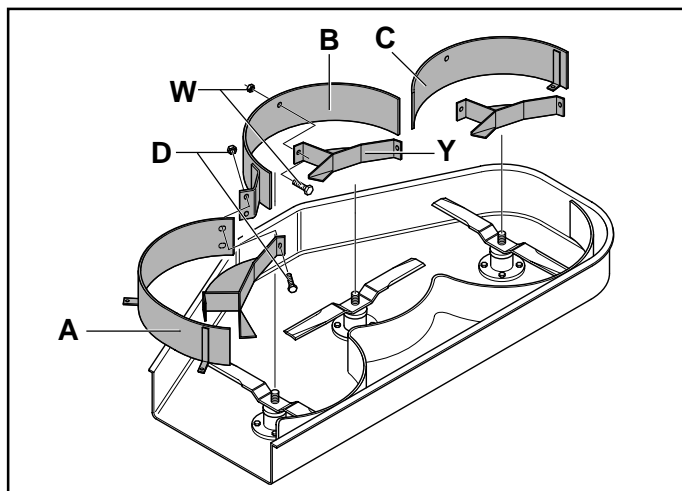

Fig. 9
Disporre i particolari (A/B/C) su di un piano (Fig. 9), fissandoli tra di loro con viti e dadi (D).
Arrange the parts (A/B/C) on a surface (Fig. 9) and fix them together with bolts and nuts (D).
Die Teile (A/B/C) auf einer Ebene anordnen (Abb. 9) und untereinander mit Schrauben und Muttern (D) befestigen.
Placer les pièces (A/B/C) sur une surface plane (Fig. 9) en les assemblant avec les vis, les écrous (D).
Poner los elementos (A/B/C) en un plano (Fig.9) y montarlos con tornillos, y tuercas (D).